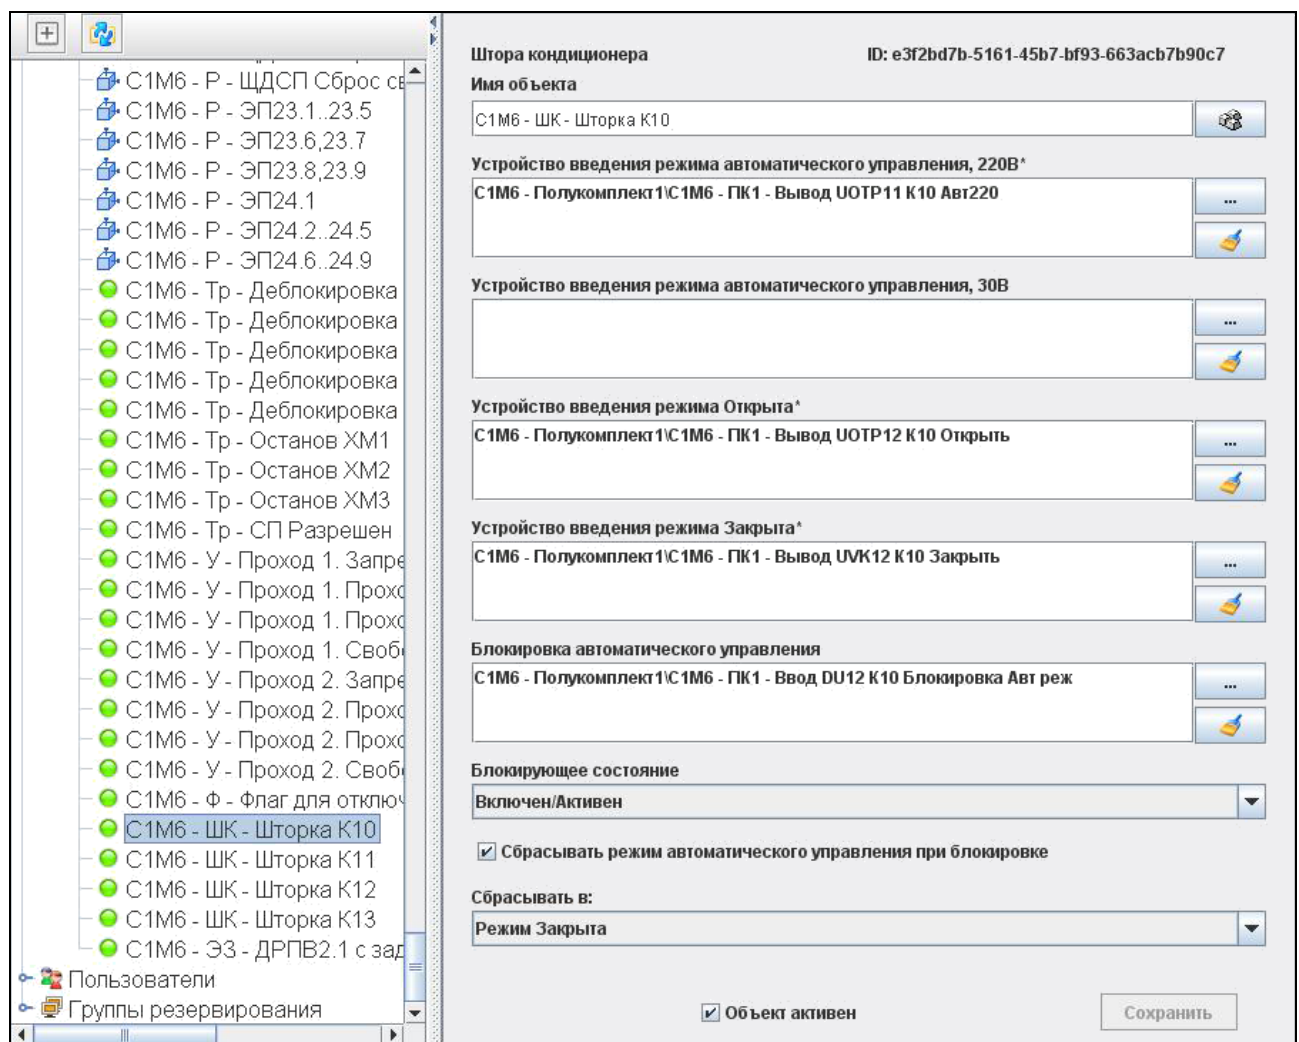

Рисунок 44 — Штора кондиционера
3.10.21.1. Обеспечивает управление режимами работы шторы кондиционера (рис. 44).